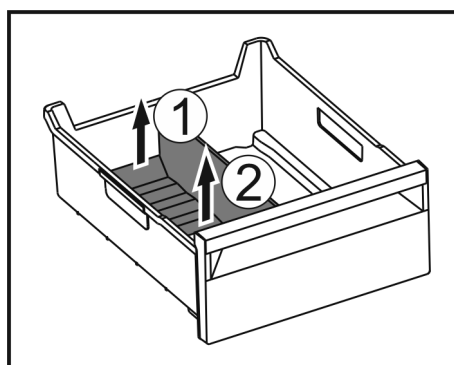

Fig. 70
- ▶ Sollevare la parte posteriore del divisore dello scomparto del ghiaccio. Fig. 70 (1)
- ▶ Rimuovere il divisore dello scomparto del ghiaccio verso l'alto. Fig. 70 (2)